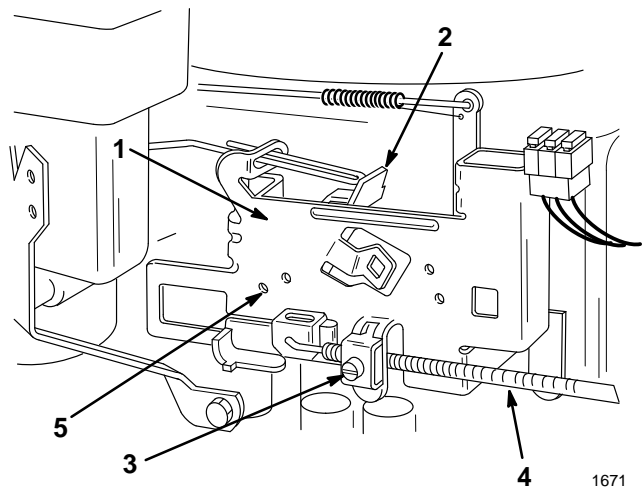

Abbildung 25
- B. Wenn der Gashebel auf Position "FAST" steht, müssen die Justierlöcher im Reglerhebel und in der Reglerplatte in einer Linie liegen (Abb. 25). Wenn das nicht der Fall ist, siehe Schritt 4 zur Einstellung.
- B. Die Gaszug-Klemmschraube lösen, bis die Gaszughülse verschoben werden kann (Abb. 25).
- C. Die Gaszughülse bewegen, bis die Justierlöcher im Reglerhebel und in der Reglerplatte in einer Linie liegen (Abb. 25). Dann die Gaszug-Klemmschraube anziehen.